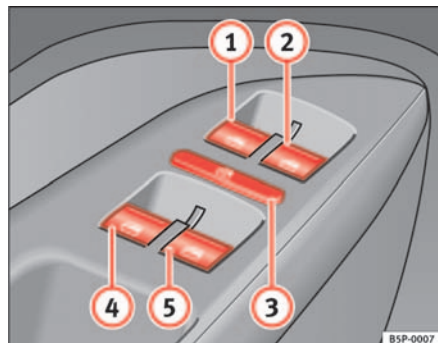

Fig. 69 Dettaglio della porta del conducente: comandi per l'apertura e la chiusura dei finestrini anteriori e posteriori
I tasti ⇒ pag. 108, fig. 69 ① e ② hanno due livelli per l'apertura e due per la chiusura dei finestrini. In questo modo è più facile eseguire le operazioni di apertura e chiusura.